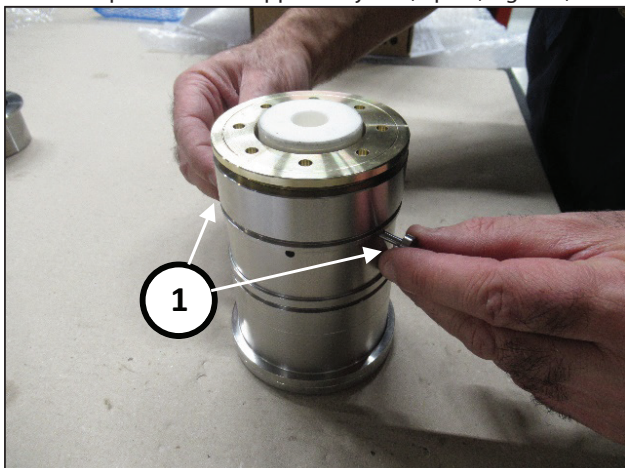
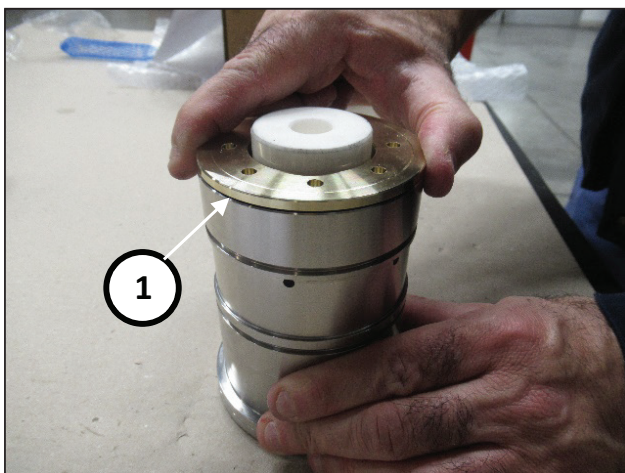

Fig. 188
Fig. 189
Sortir les axes de l'outil code 27945400 (rep. ①, Fig. 188) et visser complètement le support de joint (rep. ①, Fig. 189).